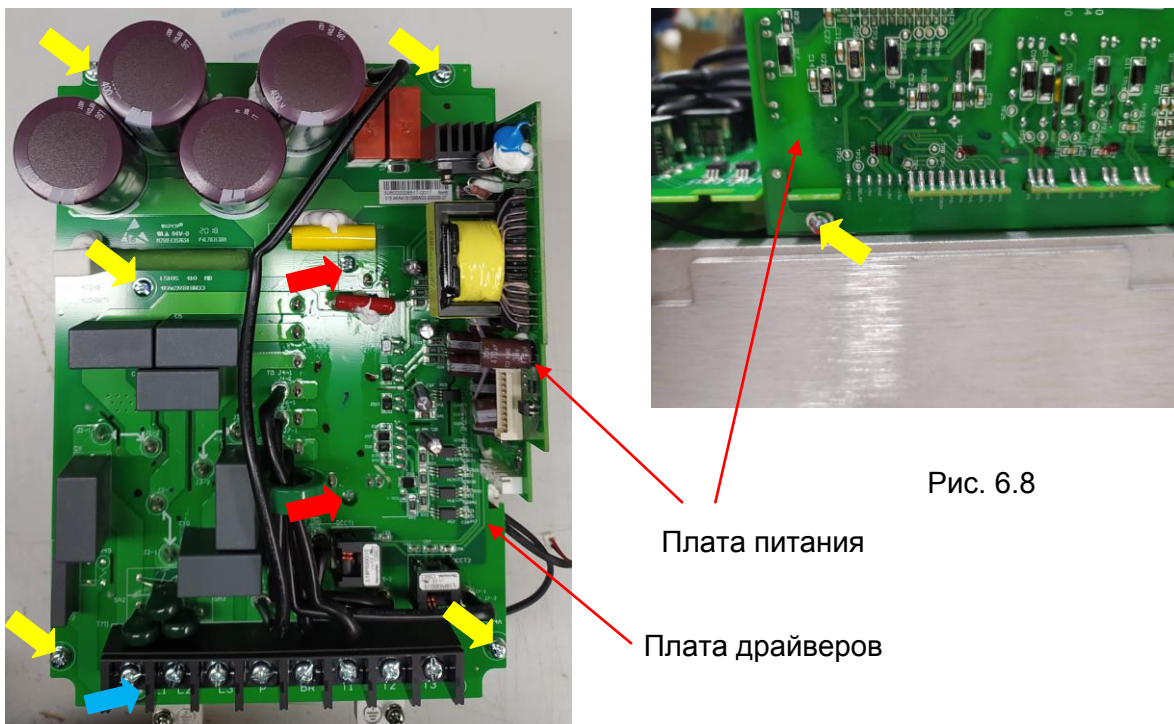

Рис. 6.7
- 6.5.1. Выкрутить пять винтов крепления платы драйверов (желтые стрелки, рис. 6.7) и винт крепления переключки ЭМИ-фильтра (синяя стрелка, рис. 6.7).
- 6.5.2. Выкрутить два винта крепления матрицы IGBT (красные стрелки, рис. 6.7).
- 6.5.3. Выкрутить винт крепления платы питания (желтая стрелка, рис. 6.7).